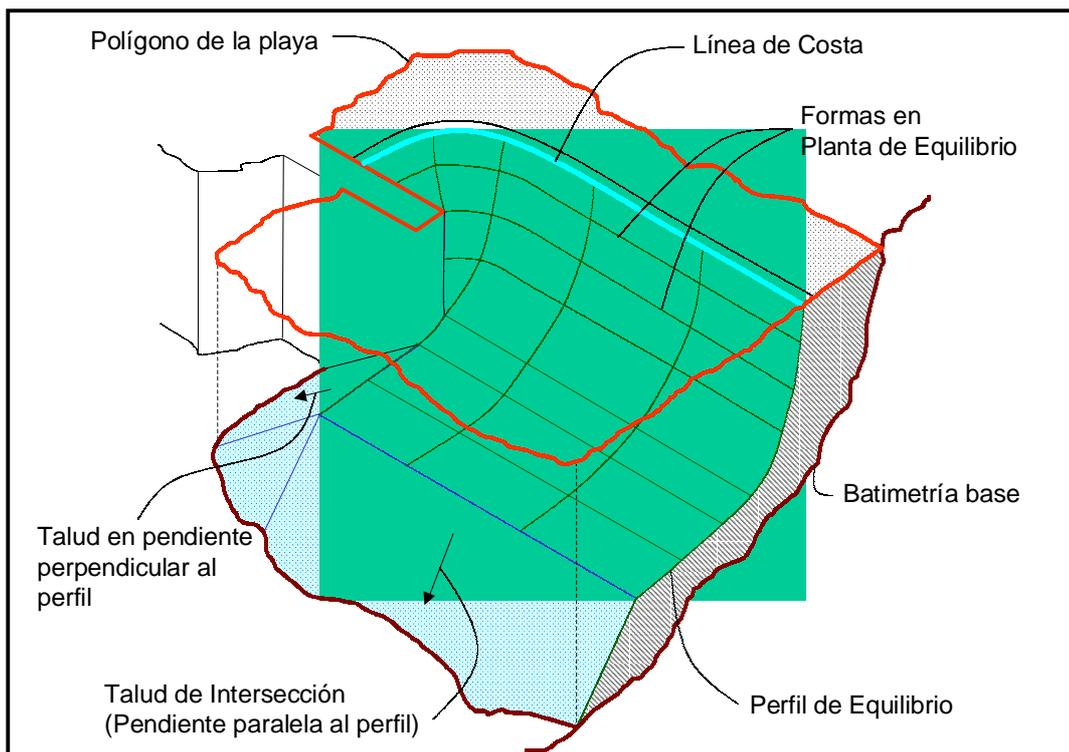

Figura 6.5. Esquema general del polígono asociado a una playa en equilibrio
La forma en planta se compone de una serie de curvas paralelas entre sí, cuya forma obedece a la forma en planta de equilibrio de una playa generada a partir de un mismo punto de control, tal como se muestra en la figura 6.5, (los fundamentos teóricos tanto de la planta de equilibrio como el perfil se pueden consultar en el “Documento de Referencia”, “Documento Temático de Regeneración de Playas” y “Tutor Informático”). La línea en planta de color azul se denomina línea de costa y tiene asociada una elevación (batimétrica). Por otro lado, ligado a esta línea de costa, comienza un perfil transversal de la playa, el cual es perpendicular en cada punto de esta línea, la elevación del inicio del perfil es la misma batimétrica de la línea de costa, con lo cual el perfil define las elevaciones de los puntos sobre las demás formas en planta sumergidas.
se extiende desde h_* hasta su intersección con el terreno base (puntos de color azul); y (4) el terreno original, tanto en la zona de playa seca como a pie del perfil (los puntos de la batimetría en color rojo). Adicionalmente existe otro talud de pendiente perpendicular al perfil de playa, en la intersección del pie del perfil con el terreno base, tal como se muestra en la figura 6.5.
El MMT genera una playa en equilibrio con un volumen que se superpone a la batimetría base, el contorno de intersección de estos dos volúmenes proyectado en planta (línea naranja en la figura 6.5) es el polígono de la playa. Polígono que se puede editar y modificar a gusto del usuario, y que contiene los puntos que serán modificados sobre la batimetría base.
- *Talud al pie del perfil:* aquí se definen las pendientes de intersección del perfil con el terreno base (la pendiente paralela al perfil y la perpendicular al mismo, como se muestra en la figura 6.5).